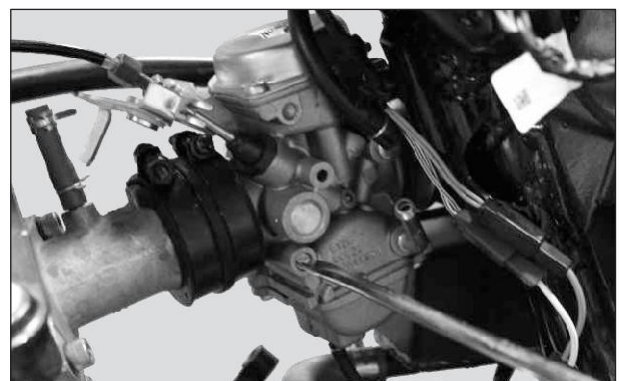

Fig.2.24
- Gire el tornillo de ajuste de mezcla hasta el límite especificado desde la posición completamente cerrado. (Fig. 2.24)